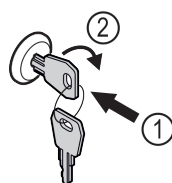

Fig. 161
- Sätt in nyckeln. Fig. 161 (1)
- Vrid nyckeln 90° medurs. Fig. 161 (2)